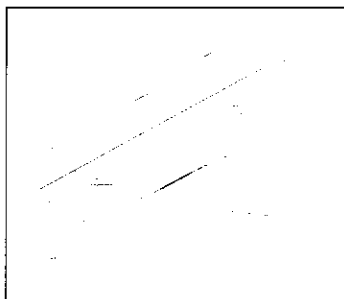

Рис.3.
5.2. Установите прибор на полу ровно, регулируя передние опоры, для чего необходимо снять декоративную панель. Большими пальцами обеих рук нажмите на панель сверху. Остальными пальцами захватите панель за выступ снизу и с усилием вытащите её на себя, (рис. 3). Для облегчения закрывания дверей и более плотного их прилегания к шкафу можно установить его с небольшим наклоном назад, регулируя опоры, с помощью специального ключа (рис. 4). Диапазон регулирования ограничен конструкцией опор. Задние опоры не регулируются. Они выполнены в виде роликов (рис. 1а) и служат для облегчения перемещения прибора.